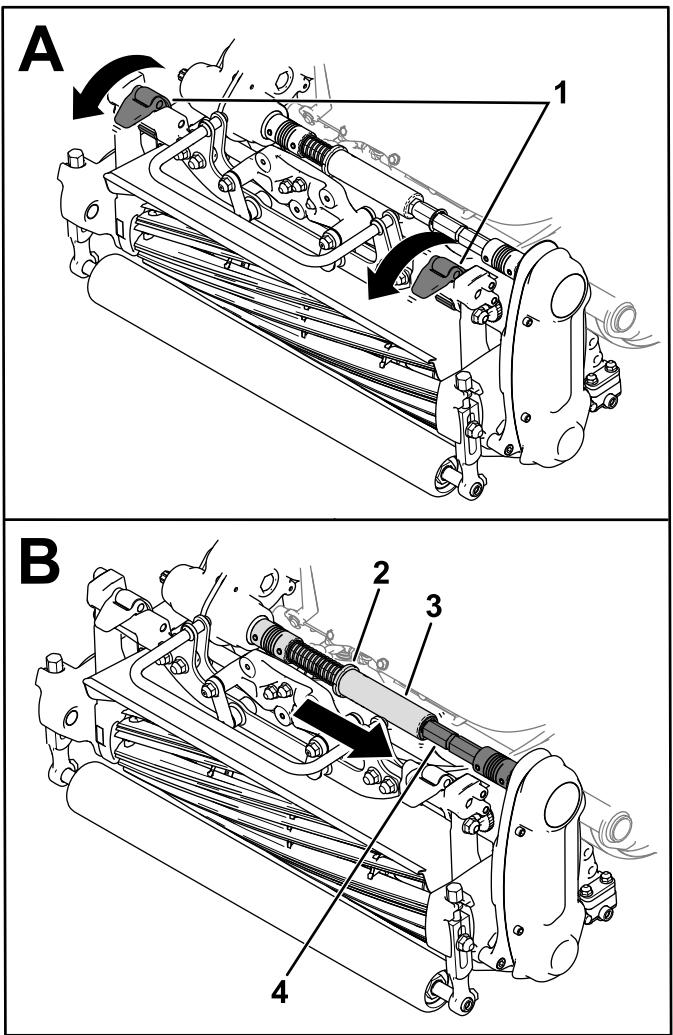

Рисунок 37
3. Переведите защелки подвески вниз, чтобы прикрепить режущий блок к машине (Рисунок 37).
4. Отведите обойму от канавки соединительного вала трансмиссии и вставьте трубку с внутренним шестигранником в соединительный вал режущего блока (Рисунок 37).